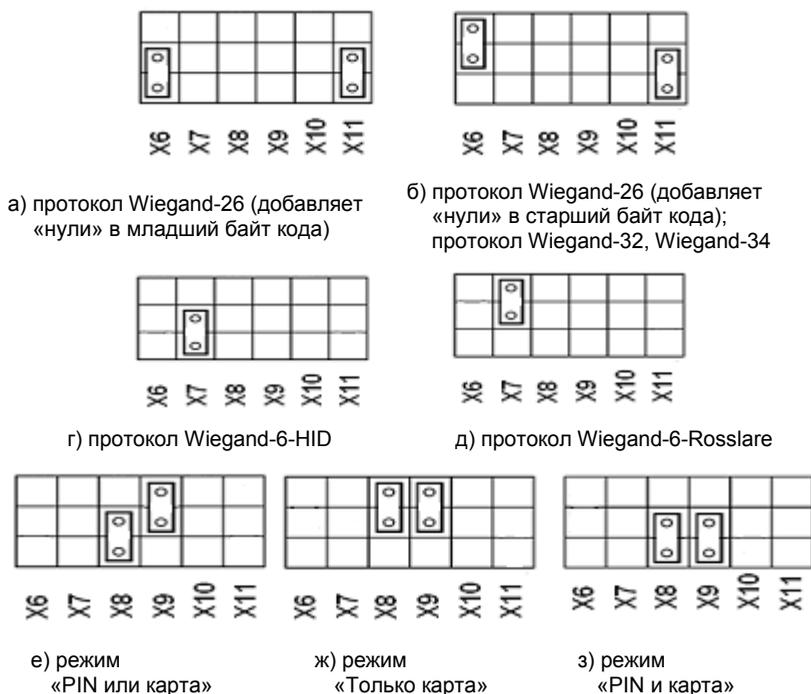

Рисунок 7 – Выбор режима работы адаптера
- в) Установить джамперы (рисунок 6, рисунок 7) в нужное положение;
Отличительной особенностью преобразования сигналов по протоколу «Wiegand-26» является необходимость преобразования 3-байтного кода в 4-байтный код по протоколу «КОДОС». В связи с этим недостающий байт добавляется «нулями» в младший байт кода (XXXXXX00), если перемычка на X6 установлена в положение «вниз» (рисунок 7а) и в старший байт (00XXXXXX), если перемычка на переключателе X6 установлена в положение «вверх» (рисунок 7б).
Протокол «Wiegand-6» требует настройки пользователем путем установки перемычек на соответствующие переключатели: при установке перемычки на переключатель X7, адаптер преобразует сигналы считывателя с клавиатурой, работающей в стандартах «Wiegand-6-HID» или «Wiegand-6-Rosslare»; при этом используется протокол «Wiegand-6-HID», если перемычка на X7 установлена в положение «вниз» (рисунок 7г) и протокол «Wiegand-6-Rosslare» если перемычка на переключателе X7 установлена в положение «вверх» (рисунок 7д).
При установке переключки на переключатель X8 в положение «вниз», а переключки X9 в положение «вверх», адаптер работает в режиме «PIN или карта» (рисунок 7е).
При установке переключки на переключатели X8, X9 в положение «вниз», адаптер работает в режиме «PIN и карта» (рисунок 7з).
При установке переключки на переключатели X8, X9 в положение «вверх», адаптер работает в режиме «Только карта» (рисунок 7ж).